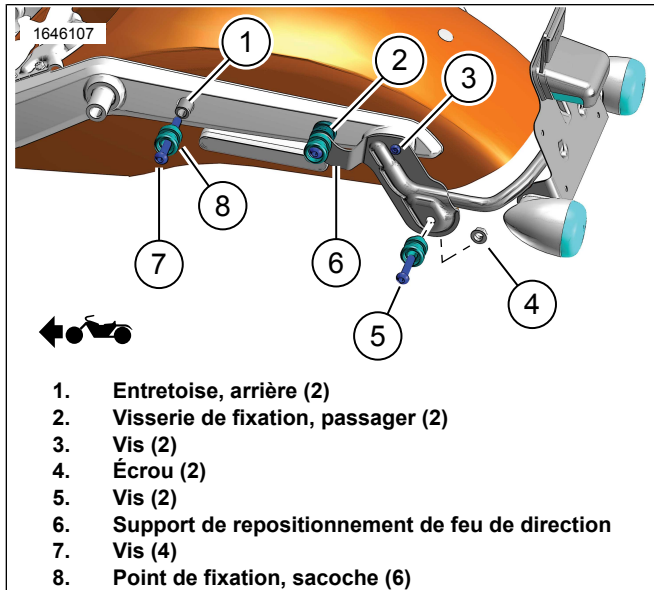

Figure 4. Installation du support de repositionnement sur le véhicule
4. Figure 4 Installer les entretoises arrière (1) et le point de fixation (8) sur la jambe de force de l'aile arrière.
5. Fixer à l'aide d'une vis (7). Serrer.
- a. Figure 4 Installer le support de repositionnement de feu de direction (6) sur le véhicule à l'aide d'une vis (3). Serrer à la main.
- b. Serrer les vis (3).
- d. Figure 4 Installer le point de fixation (8), la vis (5) et l'écrou (4).
2. Figure 4 Il existe des dégagements entre les points de fixation (8) et les diamètres des fixations (5, 7) pour tenir compte des tolérances de fabrication. Si la sacoche ne se verrouille pas automatiquement lorsqu'elle est installée, régler les positions des points de fixation (8) vers l'avant ou vers l'arrière. Positionner les points de fixation de manière à ce que le point de fixation du milieu soit bien en place sur la sacoche avant que les points de fixation avant et arrière ne viennent s'appuyer sur le support de sacoche.